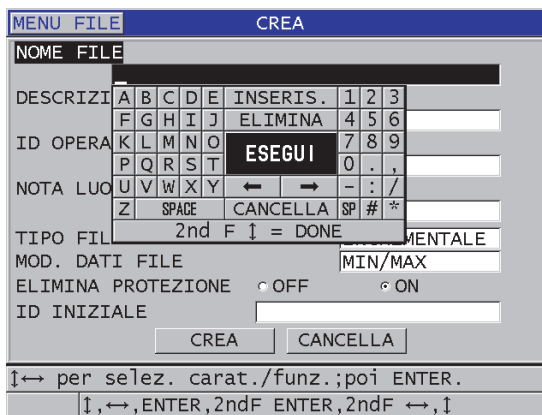

Figura 11-3 Esempio della schermata CREA
3. Nella schermata **CREA** (vedi Figura 11-3 a pagina 194):